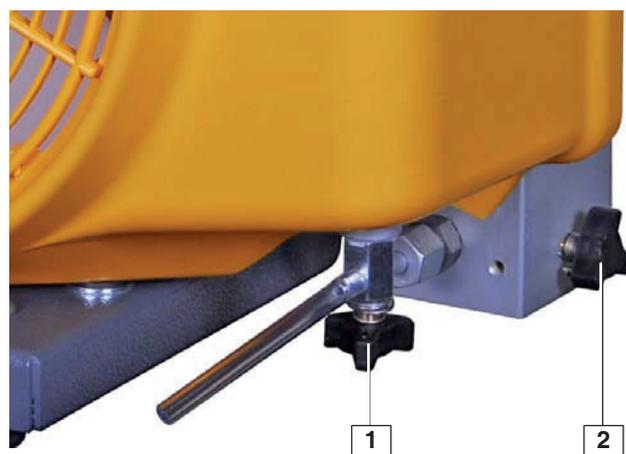

Рис. 12 Краны слива конденсата
- Проверьте, чтобы кран слива конденсата (1, рис. 12) промежуточного сепаратора был открыт. У бензинового двигателя дополнительно должен быть открыт кран слива конденсата (2, рис. 12) конечного сепаратора.
5. Закройте кран слива конденсата (1, рис. 12) промежуточного сепаратора (у бензинового двигателя дополнительно кран слива конденсата конечного сепаратора (2, рис. 12)).
**Незадолго до выключения установки конечный сепаратор необходимо быстро опорожнить (не полностью!) посредством открывания крана слива конденсата (2, рис. 12).**
9. Откройте кран слива конденсата (1, рис. 12) промежуточного сепаратора. После этого установка снова готова к пуску и заправке.
2. Выпустите конденсат. Откройте краны слива конденсата (1 и 2, рис. 12), быстро опорожните (не полностью) и затем снова закройте краны.